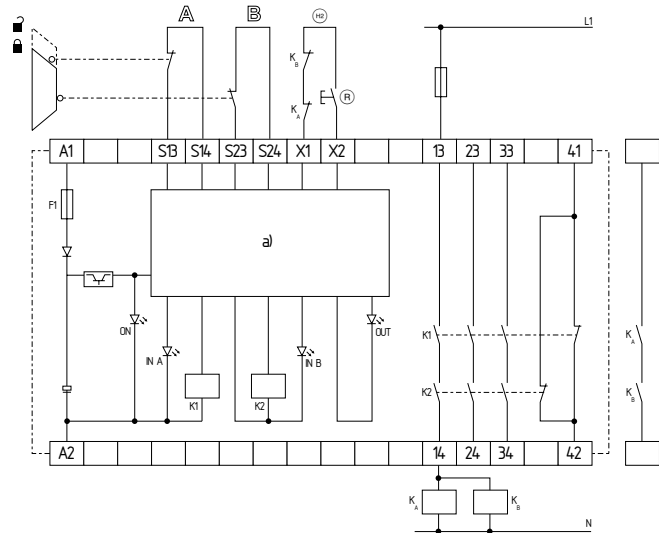

Fig. 2
L'exemple reprend une commande à deux canaux d'une surveillance de porte; avec deux contacts A et B, dont au moins un à manœuvre positive d'ouverture; avec interrupteur de réarmement externe (R) (voir Fig. 2)